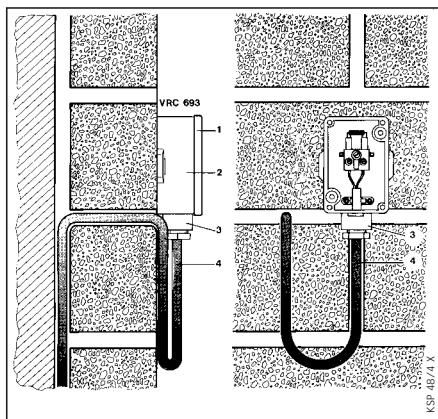

Рис. 3.5 Монтаж датчика наружной температуры.
- Датчик должен крепиться на стене здания в монтажном положении, показанном на рис. 3.5 "Монтаж датчика наружной температуры". Ввод кабеля (3) должен располагаться снизу.
- Соединительный кабель минимальным сечением  $2 \times 0,75 \text{ мм}^2$  поставляется монтажной организацией и протягивается снизу через ввод кабеля (3). Не забудьте установить уплотнения на вводе кабеля! Уплотнение выполнено со специальным разрезным сечением, посредством которого внутренний диаметр уплотнения точно соответствует диаметру применяемого кабеля.
#### Легенда к рис. 3.5